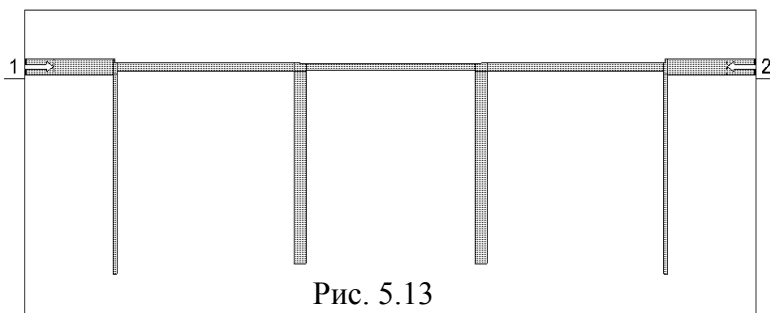

Рис. 5.13
10. Щёлкните мышкой по входному проводнику, чтобы выделить его. Щёлкните по значку **Edge Port** на панели инструментов, поместите курсор на левый край входного проводника так, чтобы на нём образовался небольшой прямоугольник, и щёлкните левой кнопкой мышки. Щёлкните мышкой по прямоугольнику порта, установите курсор на правую сторону порта так, чтобы курсор отображался в виде двойной стрелки, нажмите левую кнопку мышки и сдвиньте референсную плоскость порта вправо на 1 мм. Аналогично установите порт на выходе фильтра. Электромагнитная структура должна выглядеть, как показано на рис. 5.13.